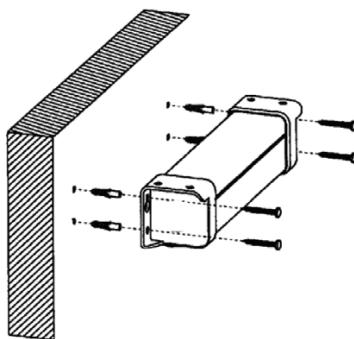

Рис.1
- жесткое крепление на стене: прикрутите экран шурупами через крепежные отверстия, как показано на рис.1